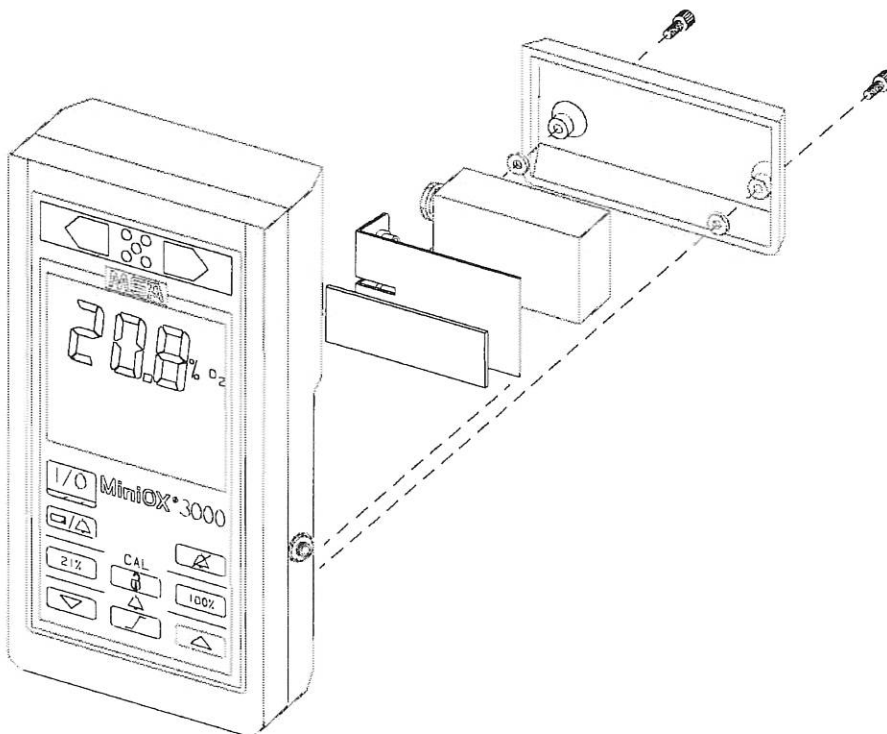

Abbildung 5-2.
3. Die beiden Schrauben am Batteriedeckel an der Rückseite des Gerätes losschrauben und den Deckel entfernen (ABBILDUNG 5-2).
3. Den Batteriedeckel installieren und festschrauben (ABBILDUNG 5-2). Vergewissern, daß der